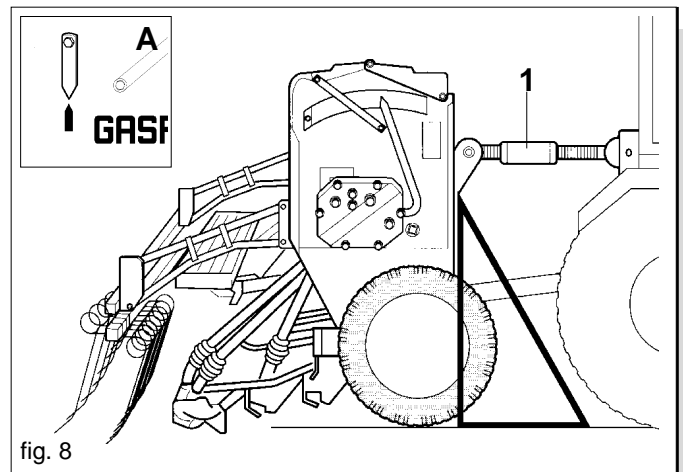

fig. 8
- 1) Applicare l'attrezzatura all'attacco tre punti del trattore; i perni vanno assicurati con le apposite spine; mediante il tirante di regolazione (1 Fig. 7-8) fare in modo che la seminatrice sia perpendicolare al terreno (Fig. 8), verificando che l'indicatore di perpendicolarità posto sulla fiancata sinistra (A Fig. 8) sia in posizione corretta (verticale).